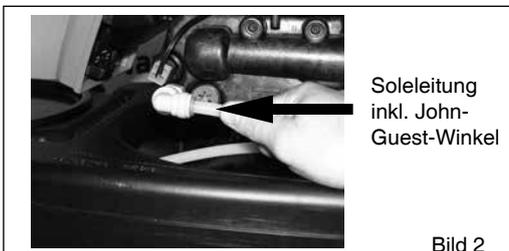

Bild 2
- Montieren Sie die **Soleleitung** inkl. dem **John Guest-Anschluss-Winkel** aus dem Salzbehälter heraus an den Steuerkopf (Bild 2).